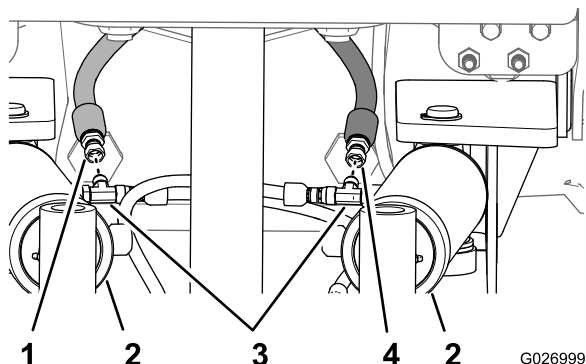

Figura 16
2. Conecte la manguera del cilindro de giro izquierdo al acoplamiento en T del cilindro de giro izquierdo (Figura 16) y apriete la tuerca giratoria de la manguera a 21–28 N-m (15–21 pies-libra).
3. Conecte la manguera del cilindro de giro derecho al acoplamiento en T del cilindro de giro derecho (Figura 16) y apriete la tuerca giratoria de la manguera a 21–28 N-m (15–21 pies-libra).
4. Gire los acoplamientos en T hacia atrás y hacia arriba unos 60° (Figura 16), y apriete las tuercas giratorias de los acoplamientos en T a 32–39 N-m (23–29 pies-libra).